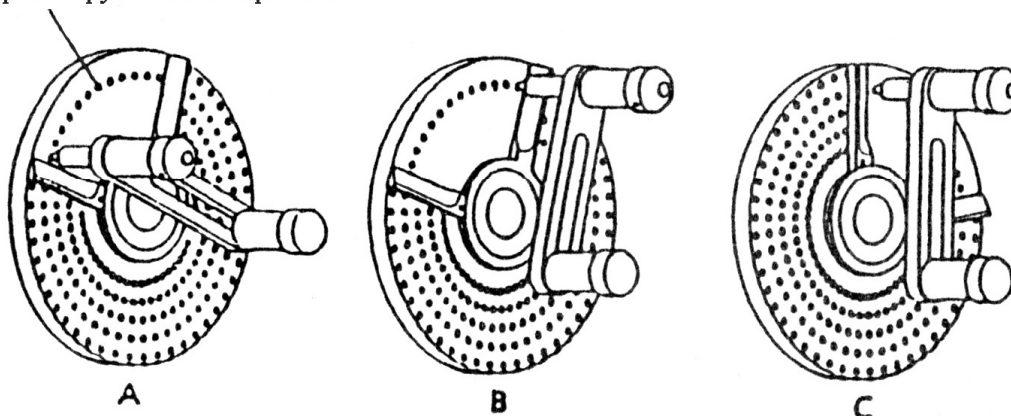
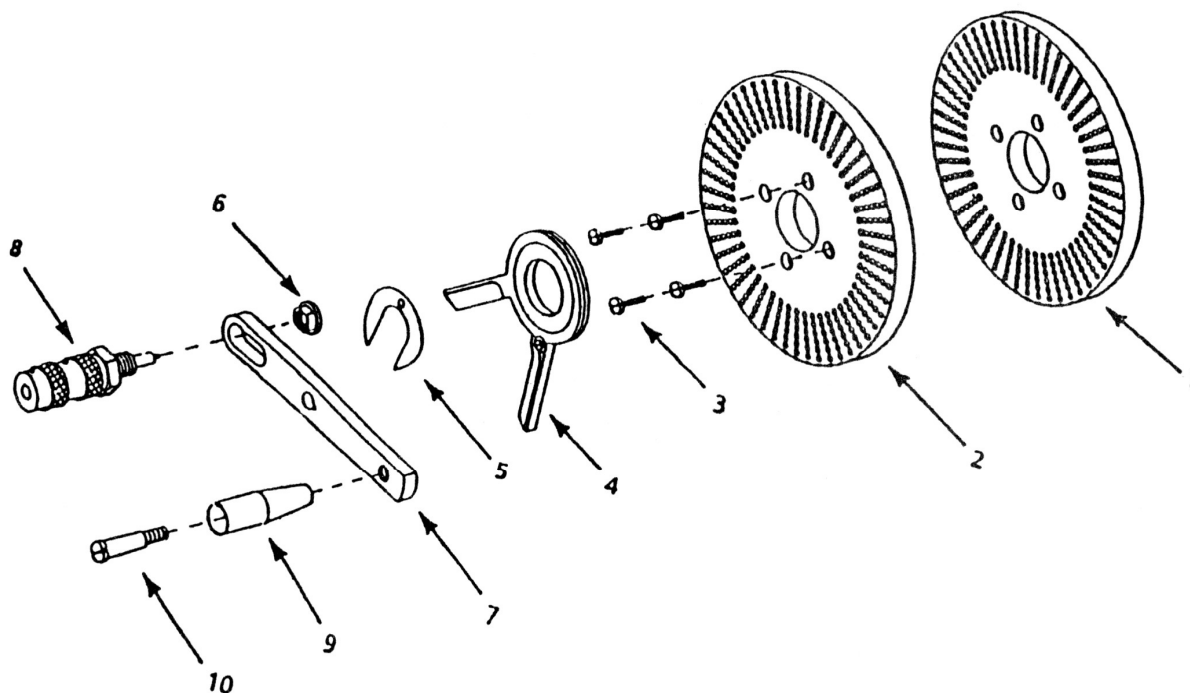
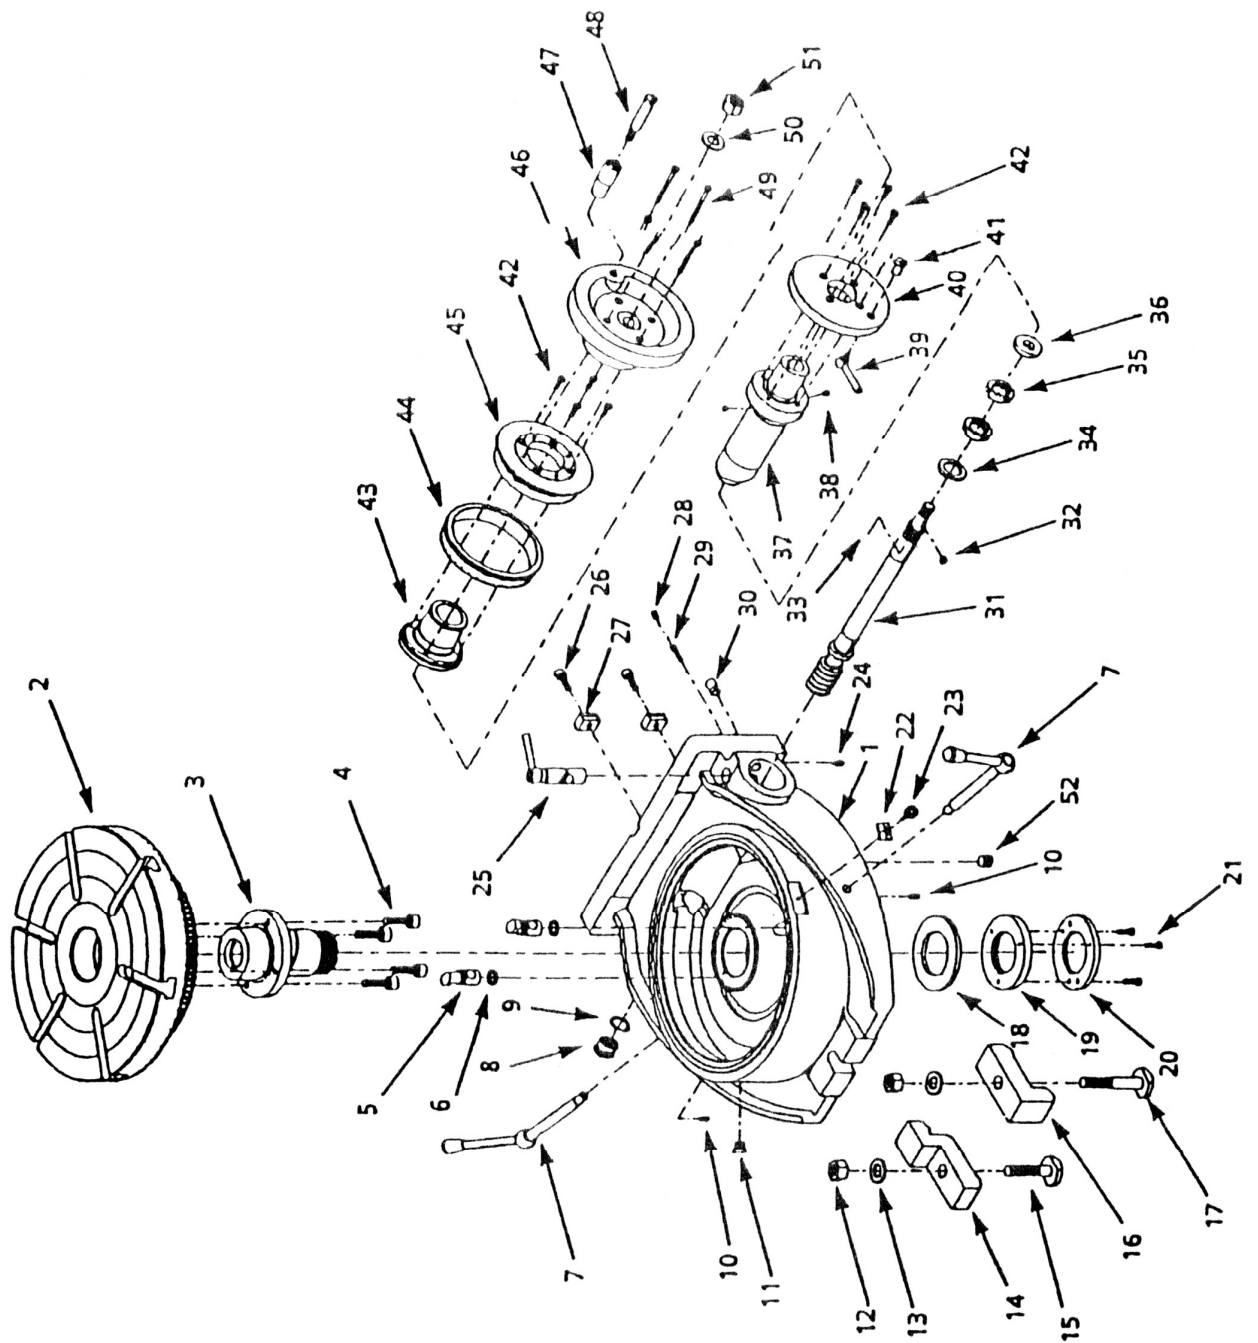

Рис. 2 - Кольцевые отверстия
Рис. 3 - Сменные части
Рис. 4 - Устройство поворотных столов TSL
III. Инструкция по эксплуатации * (см. рис. 4)
Делительный диск (Рис. 2, 3 и 4)
Для установки делительного диска на поворотный стол, снимите рукоятку (№ 49). Прикрутите необходимый делительный диск к воротку, используя 4 винта (№ 3 на рис. 3). Оденьте сектор (№ 4 на рис. 3) на вал червячной передачи и на эксцентриковую муфту (№ 59 и № 42 на рис. 4) с выкрученным винтом сектора. Зафиксируйте сектор, посредством пружинной шайбы (№ 5 на рис. 3) надвинув ее на сектор и зафиксировав в пазе на эксцентриковой муфте. Оденьте плечо кривошипа (№ 7 на рис. 3) на конец вала червячной передачи и закрепите с помощью гайки через гроверную шайбу. Растяните ограничители сектора так, чтобы между ограничителями сектора было точно 11 отверстий на круге с 34 отверстиями (См. Рис. 2). Закрутите винт сектора.
1. Вращать сектор необходимо так, чтобы ограничители сектора были напротив плунжера, как показано на рис. 2 А
2. Вращать плунжер по часовой стрелке 5 полных вращений и $10/34$ вращения полного вращения между ограничителями сектора, как показано на **рис. 2В**.
3. Вращать сектор по часовой стрелке так чтобы первый ограничитель сектора оказался напротив плунжера как показано на **рис. 2С**. Повторите шаги 1, 2 и 3 для каждого деления. Даже для деления на 90 частей, просто вращайте плечо кривошипа необходимое количество полных оборотов, используя одно и то же отверстие на любой пластине.
Список сменных частей поворотных столов TSL (рис. 4)